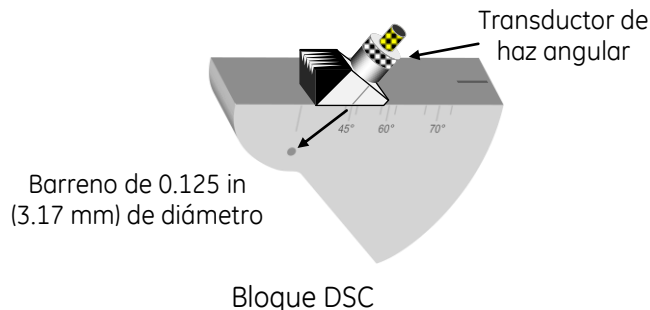

Figura No. 154: Posición del transductor sobre el bloque DSC para verificar el ángulo de refracción
- b – Bloque DSC: Observe que sobre un costado del bloque existe una escala graduada y grabada, localice el valor del ángulo de **45°**; Aplique acoplante y coloque el transductor, como se muestra en la figura No. 154, haciendo coincidir el punto de salida del haz (punto índice) de la zapata con la marca del ángulo de **45°** localizada sobre el bloque y dirigiéndolo hacia el barreno pasado de **0.125 in (3.17 mm)** de diámetro.